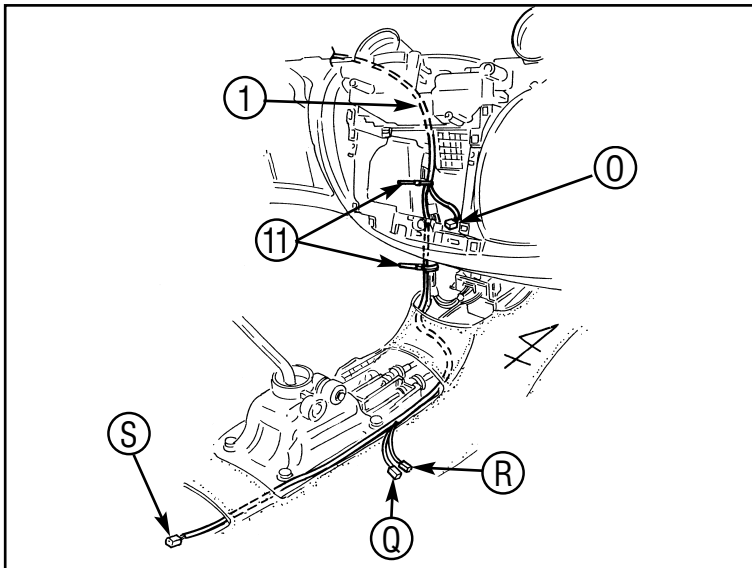

Abb. 60 - Fig. 60
- Verlegen Sie den TVSS-Kabelstrang ① wie gezeigt. (Die Stecker ①, ②, ③ und ④ in Richtung der in Abbildung 60 gezeigten Stelle ziehen).
- Den TVSS-Kabelstrang ① gegen den Fahrzeug-Kabelstrang mit den Kabelbindern ⑪ (2x) sichern.
- Route down the TVSS wire harness ① as shown. (Pull the connectors ①, ②, ③ and ④ towards the location shown in fig.60).
- Attach the TVSS wire harness ① to the vehicle harness using the wire ties ⑪ (2x).
- Acheminez le faisceau de câbles du TVSS ① vers le bas, de la manière illustrée. (Tirez les connecteurs ①, ②, ③ et ④ vers l'endroit illustré à la figure 60).
- Fixez le faisceau de câbles du TVSS ① au faisceau de câbles du véhicule à l'aide de liens pour câble ⑪ (2x).